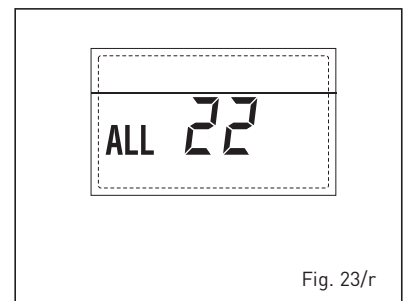

Fig. 23/r
**- DELIVERY PROBE BREAKDOWN ANOMALY SECOND MIXED ZONE "ALL 23" (fig. 23/s)**